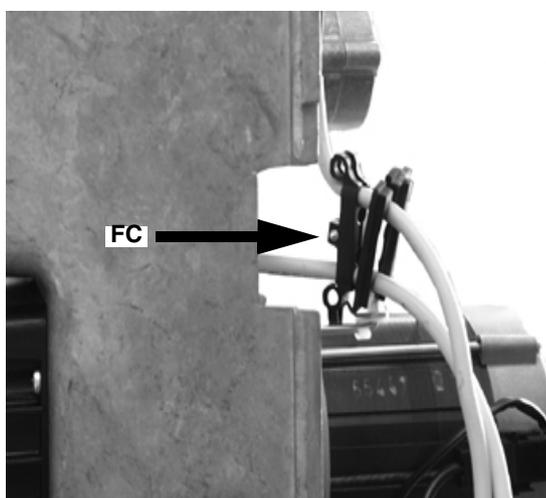

Fig. 38
- 3 Rimuovere il gommino e il gruppo fermacavo FC dalla sede (Fig. 38).